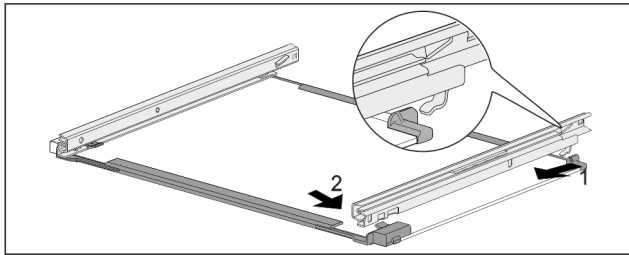

Fig. 111 Ripiano in vetro con guide
- Agganciare la guida sul lato posteriore. Fig. 111 (1)
- Innestare la guida sul lato anteriore. Fig. 111 (2)